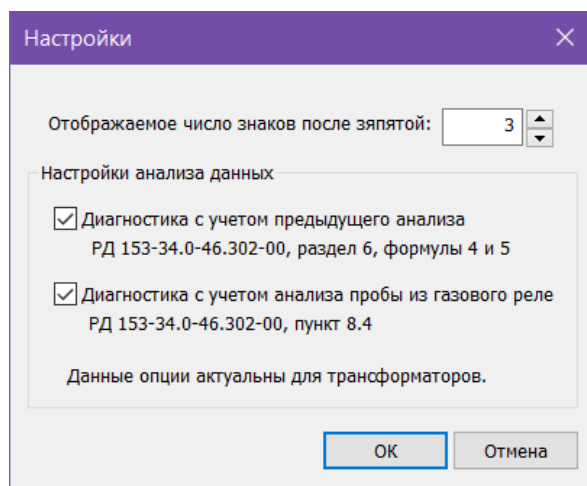

Рис. 9. Окно «Настройки»
1. В основном окне нажмите **Настройки программы**. Откроется окно *Настройки* (Рис. 9).